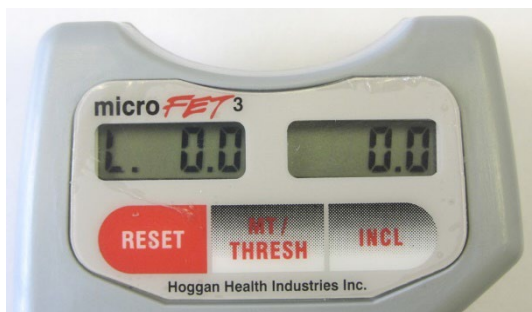

Figura 10. Indicador de ajuste del umbral/modo inalámbrico encendido
- La función de modo inalámbrico, cuando está encendida, se indica mediante un punto detrás de la indicación de ajuste del umbral “L” o “H” (consulte la Figura 10).
- El ajuste de umbral actual se muestra como una “L” o una “H” en el extremo izquierdo de la pantalla de visualización izquierda. Se muestra el dispositivo en ajuste de umbral bajo (consulte la Figura 10).